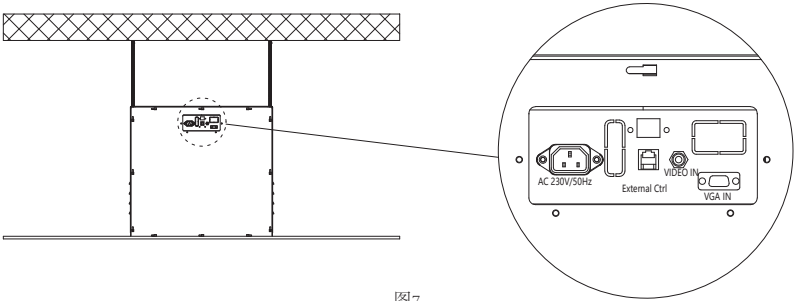
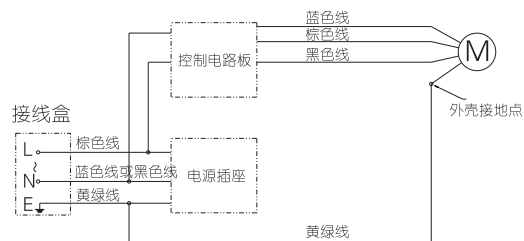

图7
图8
5.如图7所示, 连接好电源线、信号线。(附电路接线图, 如图8)